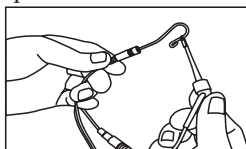

Imagen3
d) Haga que el gancho labial toque el cable doblado del clip de lima [como se muestra en la imagen 3] para confirmar que todas las barras de instrucciones se muestran en la pantalla LCD y la pantalla muestra el '-3' digital. De lo contrario, significa que clip de lima o el cable de medición está dañado, debe ser reemplazado.